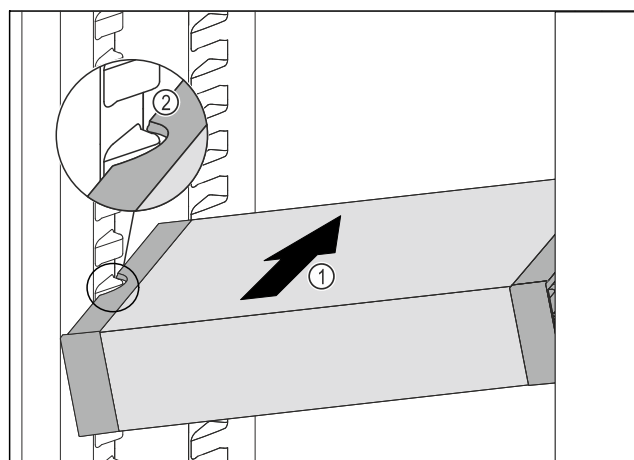

Fig. 93
- ▶ Împingeți VarioSafe oblic în frigider Fig. 93 (1), până când degajările laterale Fig. 93 (2) ale VarioSafese află la înălțimea nervurii recipientului din frigider.